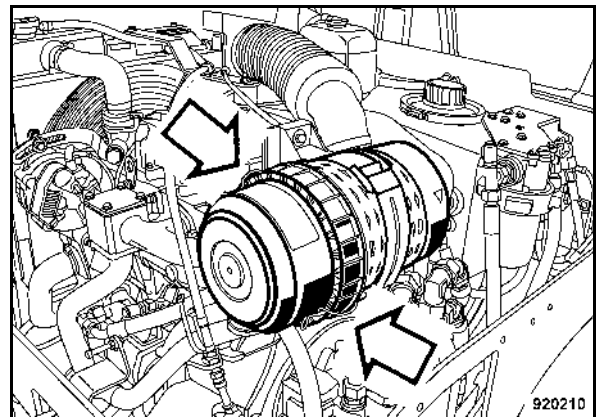

Fig. 140
- Décliper les fermetures (Fig. 140) et retirer le couvercle.